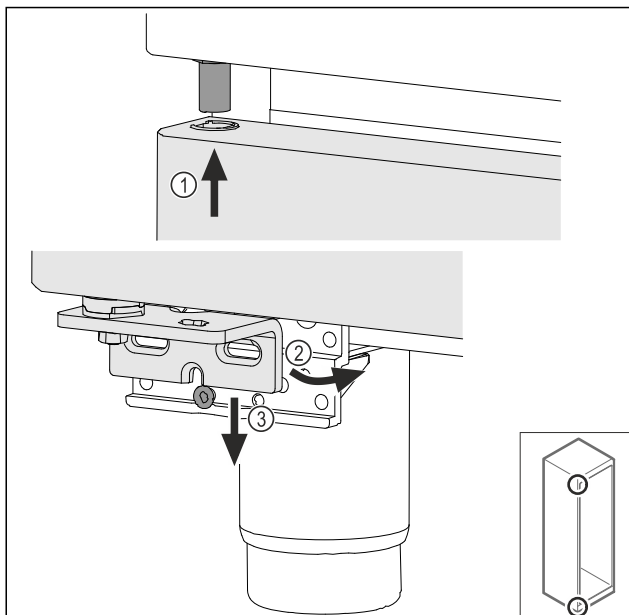

Fig. 49
- ▶ Naviňte hore zľahka naklonené dvere Fig. 49 (1), rovno vyrovnajte dvere Fig. 49 (2) a nasadte ich dole na skrutku ložiskovej konzoly Fig. 49 (3).